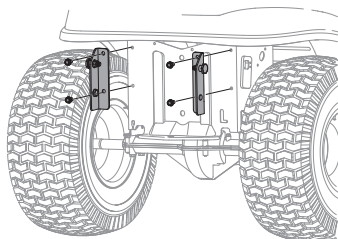

Figure 2
3. Installez les supports de montage fournis pour les tracteurs de la série 700 avec quatre vis autotaraudeuses de l'ensemble de quincaillerie. Voir Figure 2.